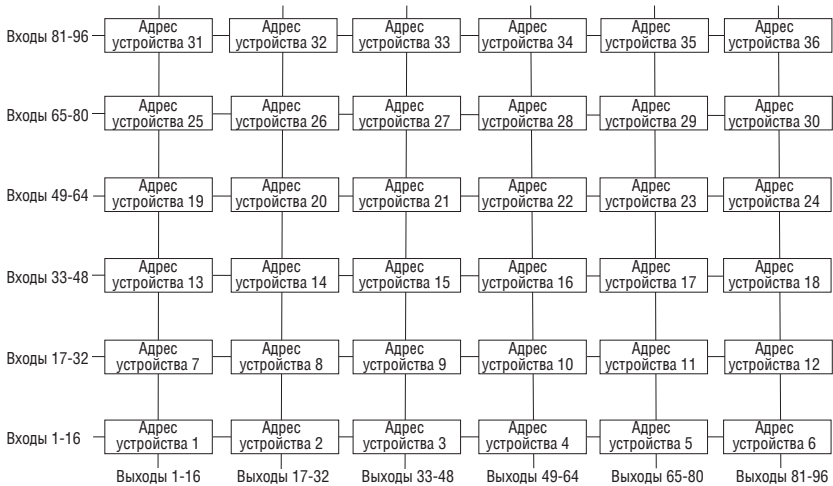
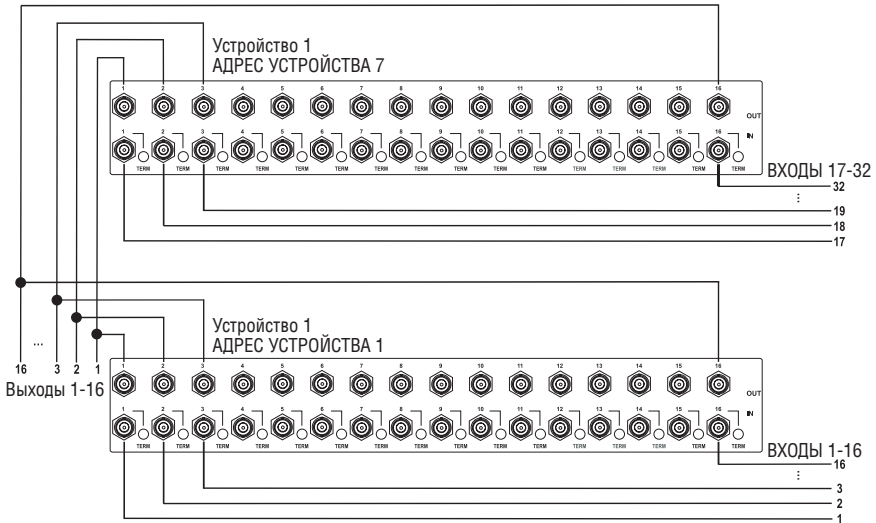
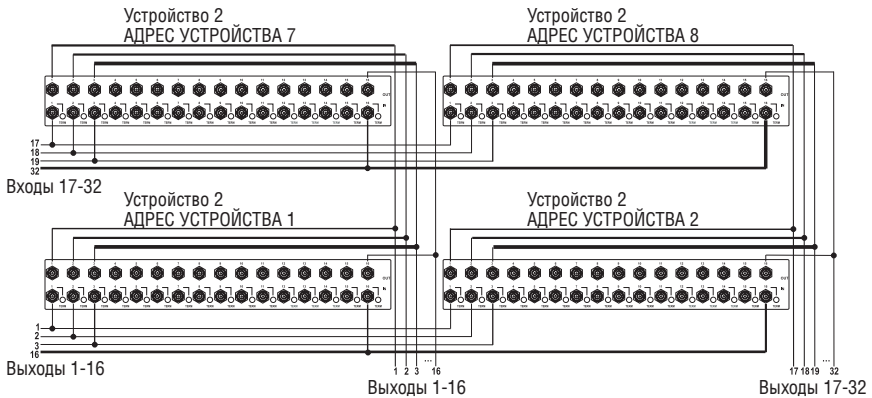

Рис. 8. Назначение адресов устройств
Рис. 9. Сборка коммутатора 32x16
Рис. 10. Сборка коммутатора 32x32
конкретным устройствам. Это иллюстрирует схема на рис. 8.
Например, чтобы собрать коммутатор 48x64 (48 входов и 64 выхода), можно воспользоваться адресами устройств 1, 2, 3, 4; 7, 8, 9, 10; 13, 14, 15 и 16. В схеме на рис. 8 можно выбрать только «прямоугольную» конфигурацию1.
Как можно видеть на рис. 8, коммутатор 32x16 состоит из двух устройств **VS-1616V** (адреса устройств 1 и 7). Чтобы собрать коммутатор в соответствии с рис. 9:
2. Установите адрес устройства на одном **VS-1616V** на 1, а на втором – на 7 (см. рис. 8).
2 Для отдельной группы обычно устанавливается номер 1, как на рис. 9.
Как можно видеть на рис. 8, коммутатор 32x32 состоит из четырех устройств **VS-1616V** (адреса устройств 1, 2, 7 и 8). Чтобы собрать коммутатор в соответствии с рис. 10:
2. Установите адрес устройства 1, 2, 7 и 8 соответственно на каждом из четырех устройств (см. рис. 8)..
1 Обычно устанавливается номер 1. В примере на рис. 10 установлен номер 2.
Адрес устройства задается с помощью команды меню MACHINE ADDRESS (см. подраздел 8.4). Адрес устройства определяет порядок задействования входов и выходов каждого устройства в составной системе, наподобие изображенной на рис. 8.